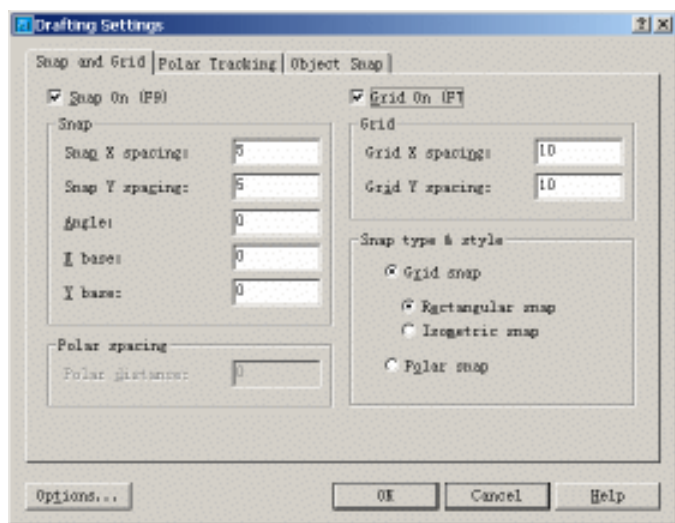

图 7.2 Drafting Settings (草图设置) 对话框
(1) 选取【Tools】|【Drafting Settings】命令, 打开 Drafting Settings (草图设置) 对话框, 按如图 7.2 所示的进行参数设置。